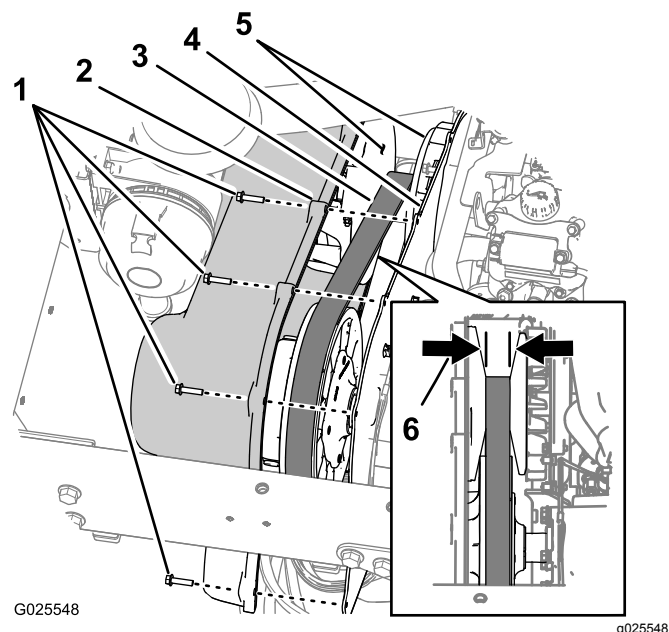

Figura 63
1. Retire os 9 parafusos de cabeça de anilha sextavada (1/4 pol. x 1 pol.) que fixam a cobertura da transmissão à placa de montagem da transmissão (Figura 63).
2. Mova a cobertura para a frente até conseguir ver a correia da transmissão (Figura 63).
3. Verifique se há sinais de danos nas superfícies afuniladas da embraiagem primária (Figura 63).
4. Verifique se há dentes em falta ou danificados na correia da transmissão (Figura 63).
5. Meça a correia e registe a largura (Figura 63).
Nota: Se a largura da correia for 29,5 mm ou menos, substitua-a (Figura 63).
6. Alinhe os orifícios na cobertura da transmissão com os orifícios na placa de montagem (Figura 63).
7. Fixe a cobertura à placa de montagem (Figura 63) com os nove parafusos de cabeça de anilha sextavada (1/4 pol. x 1 pol.) que retirou no passo 1 e aperte os parafusos com 10,2 a 12,4 N·m.